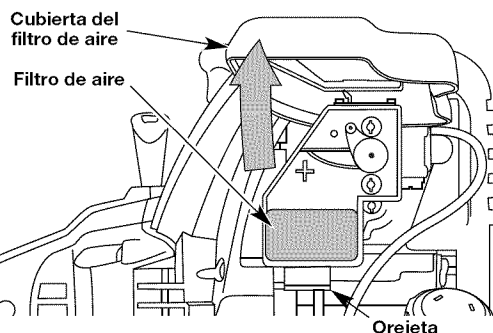

Fig. 26
1. Abra la tapa del filtro de aire. Empuje hacia adentro la lengüeta que está en lado inferior de la tapa. Después hale hacia afuera y arriba la tapa del filtro de aire. (Fig. 26).
2. Retire el filtro de aire (Fig. 26).
6. Vuelva a colocar el filtro (Fig. 26).